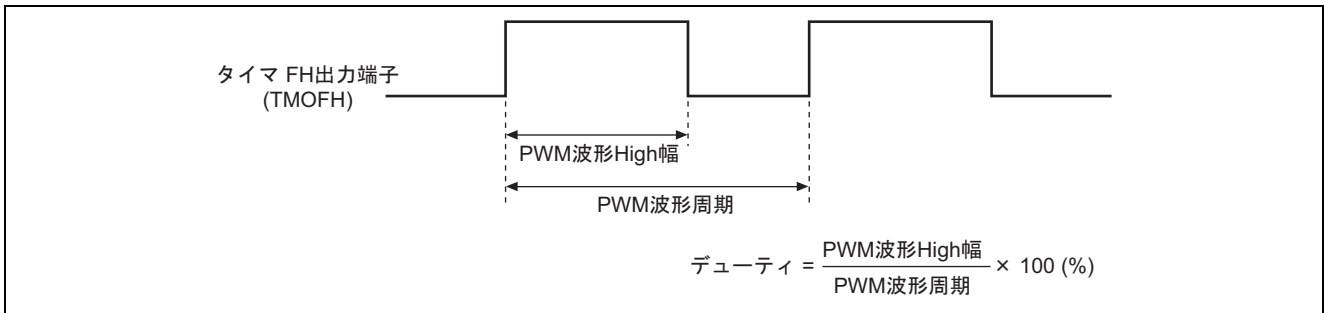

図 1 PWM 出力
1. 図 1 に示すように、タイマ F のアウトプットコンペア機能を使用して、TMOFH 出力端子から PWM 出力を行います。